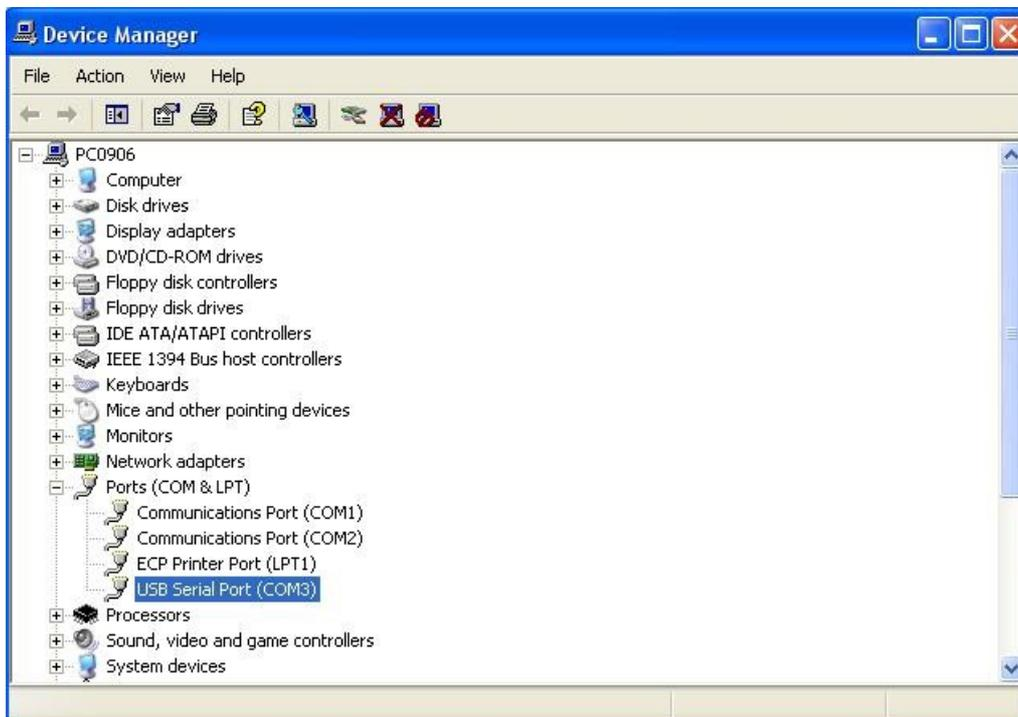

Figura 1
1. Ir a Menu Iniciar -> Control Panel -> System -> Hardware -> Device Manager (Gestor de dispositivos) e fazer duplo-clique sobre o dispositivo “USB Serial Port” (ver Figura 1);